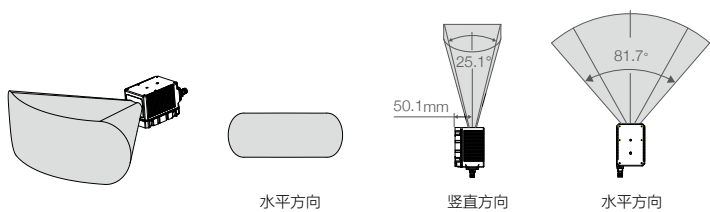

图 3.1.1 Livox Horizon 有效 FOV 范围
3. 激光探测测距仪安装时不可遮挡其 FOV（如图 3.1.1 所示），即使是于窗口前安装透明玻璃也会对激光探测测距仪性能产生影响。